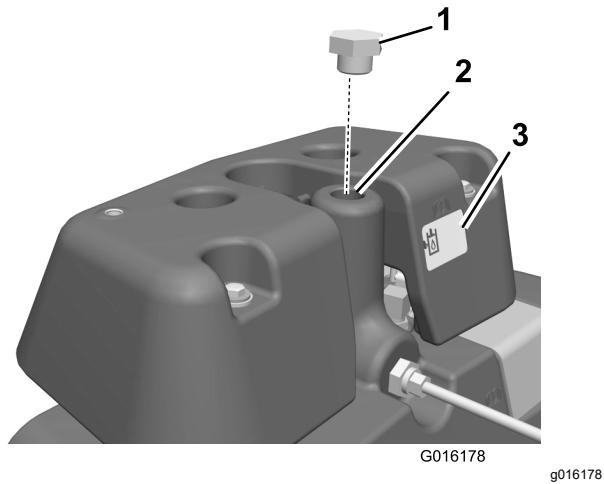

Figura 12
1. Togliete ed eliminate lo sfiatatoio e rabboccate il serbatoio idraulico principale con fluido idraulico (Figura 12).
2. Posizionate il tappo al posto dello sfiatatoio (Figura 12).